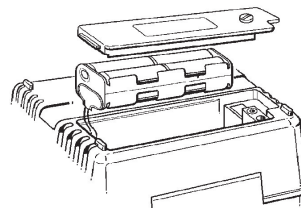

Fig 12
- Au moyen d'un tournevis, retirez la vis servant à fixer le couvercle du compartiment des piles à l'arrière de l'appareil (voir la figure 12 ci-dessus). Retirez le couvercle. Gardez la vis et le couvercle à portée de main.